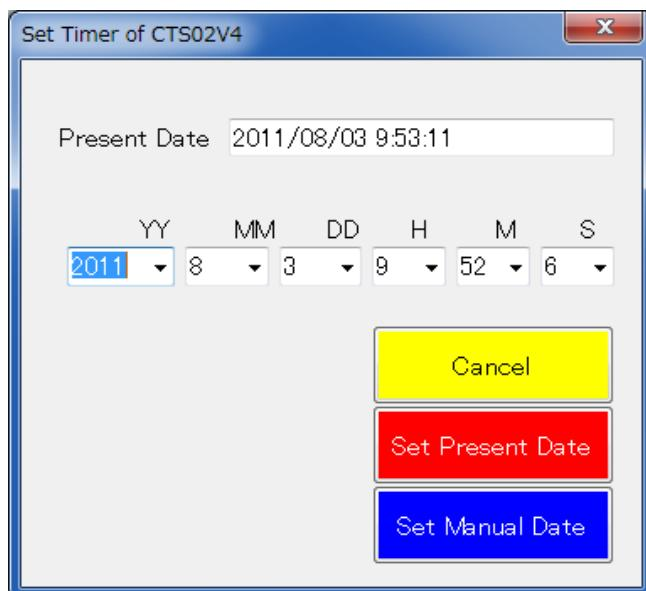

図 5.4-1 時刻設定ダイアログウィンドウ
- ・パラメータは、【Show Parameter】⑨ボタンで確認することができます。
- ・⑨ボタンを押すと、設定されているパラメータが表示されますが、編集したり書き込んだりすることはできません。
- ・CTS-O2V4-PC 初期画面で【Timer Set】⑦ボタンを押します。
- ・時刻設定ダイアログウィンドウが開きます(図 5.4-1)。